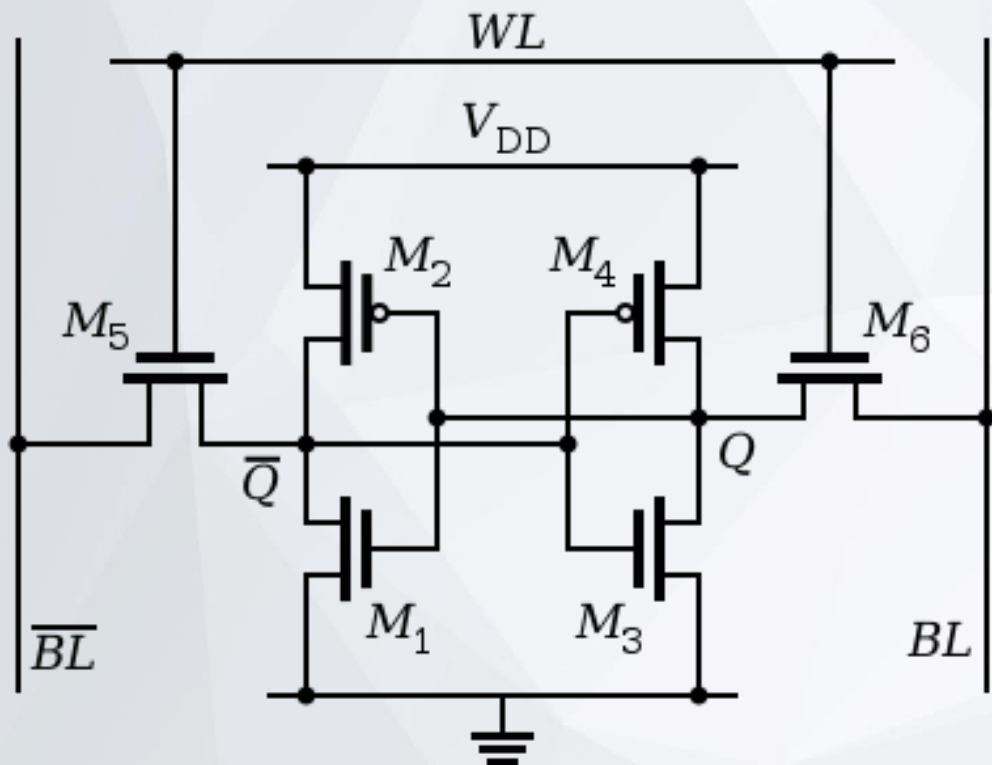
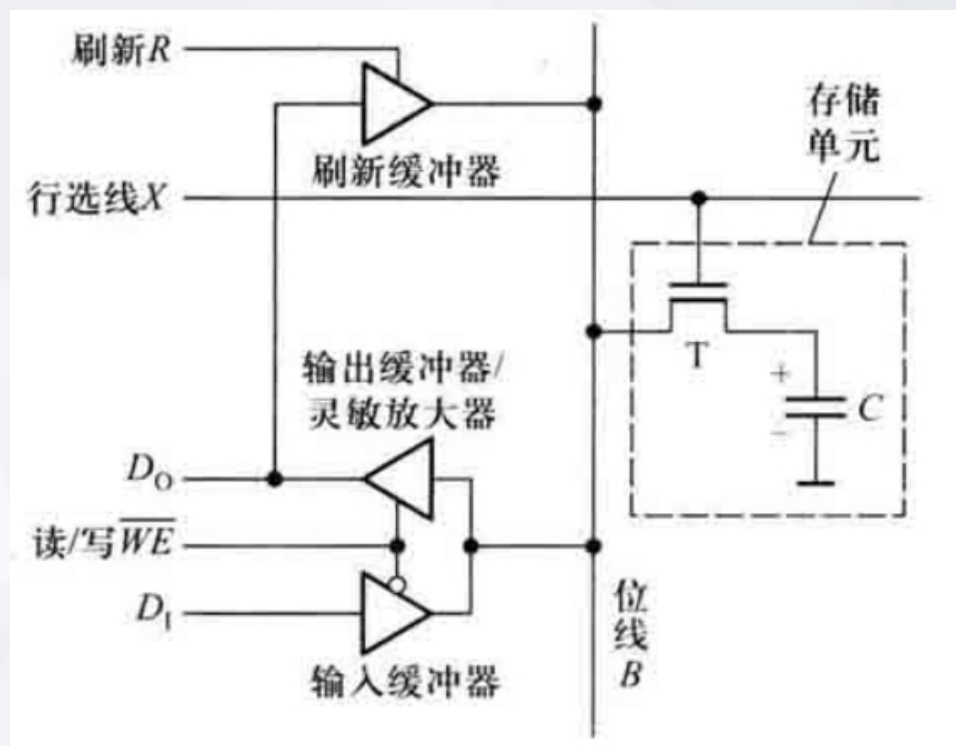

图 6-1 SRAM 的单元存储单元示意图
图 6-2 DRAM 的单元存储单元示意图
动态存储器 DRAM (Dynamic RAM) 的存储单元是由一个 MOS 管加一个容量极小的电容组成。如图 6-2 所示。当行选线 X 为高时, MOS 管 T 导通, 位线 B 的电平由电容 C 上的电压决定。此时电容 C 上的电压如果为高, 则在位线 B 上就会有高电平输出; 电容 C 上的电压为低, 则在位线 B 上就会有低电平输出。这种结构相对于 SRAM 采用 6 管结构 (图 6-1), 有着非常明显的优势, (1) 使用的元器件少, 同等面积集成度高 (2) 同等容量, 占用的面积小, 功耗低。